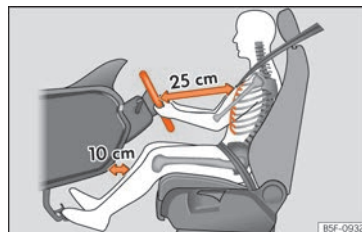

Abb. 87 Der richtige Abstand des Fahrers zum Lenkrad.
- Stellen Sie das Lenkrad so ein, dass der Abstand zwischen Lenkrad und Brustkorb mindestens 25 cm beträgt » **Abb. 87.**
- Stellen Sie den Fahrersitz in Längsrichtung so ein, dass Sie das Gas-, Brems- und Kupplungspedal mit leicht angewinkelten Beinen ganz durchtreten können » **Abb. 87.**
- Stellen Sie den Fahrersitz so ein, dass mindestens 25 cm Platz zwischen Ihrem Brustkorb und der Lenkradmitte ist » **Abb. 87.** Beträgt der Abstand weniger als 25 cm, kann Sie das Airbag-System nicht richtig schützen.